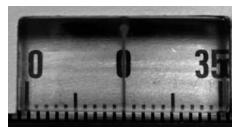

рис. 7
2) Наведите вертикальную нить сетки нитей на точку А. Вращая горизонтальный круг совместите отметку «0» с риской лимба (рис.7)